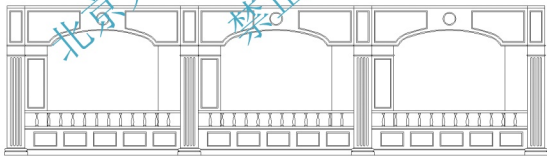

图 5.70 复制出立面装饰
(1) 单击【修改】工具栏上的【复制】图标，启动【复制】命令。复制出另外两个柱距的立面装饰，结果如图 5.70 所示。